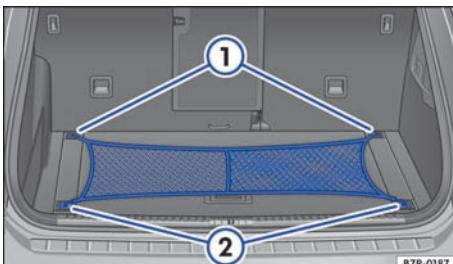

图 130 在行李箱中: 挂入的行李网
- 将行李网后部的钩子挂入后座椅靠背上的捆绑环中 → 图 130 ①。
- 将行李网前部的钩子 ② 挂入行李箱边沿上的捆绑环中。